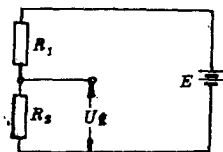

图 2-3 计算分压电路的电阻值
3. 在电子电路中，常将两只电阻串联起来作分压用，如（图 2-3）所示。已知 $E = 6\text{V}$ ， $R_1 = 5\text{k}\Omega$ ，若要使 R_2 上的电压 U_2 为 1V ，问电阻 R_2 应如何选择？